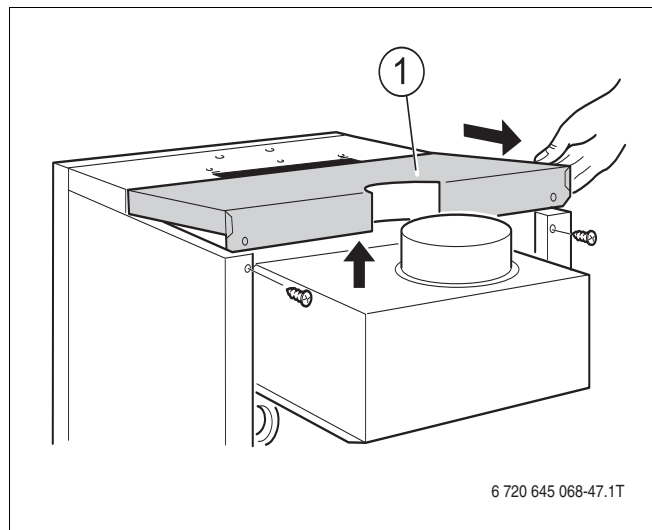

Рис. 9 Снятие задней крышки котла
- Выкрутить оба крепежных винта задней крышки котла (Рис. 9, **поз. 1**). Приподнять заднюю крышку и снять ее, подав назад (Рис. 9).